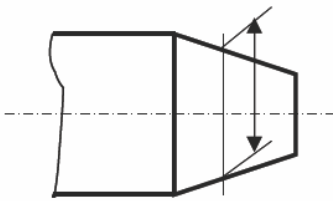
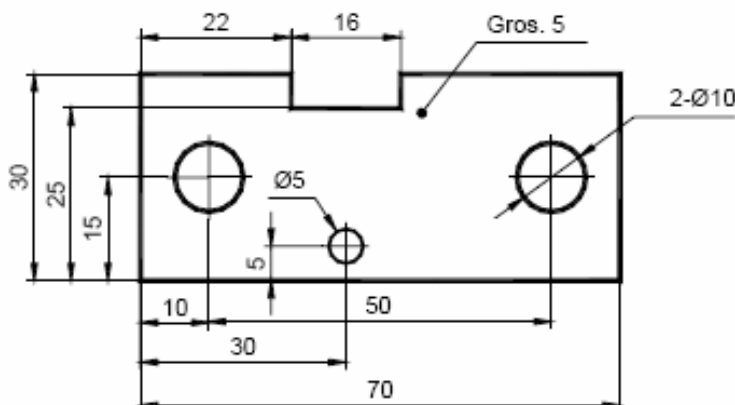

Figura 4.4. Liniile ajutătoare trasate oblic
Figura 4.5. Înscrierea elementelor de cotare pe un desen
b) Liniile ajutătoare – sunt acele linii care indică punctele sau planele între care se prescrie cota, ele servind și la construirea punctelor necesare pentru determinarea formei geometrice a obiectului reprezentat. Ele se trasează cu linie continuă subțire, fie perpendicular pe elementul cotat, fie oblic, dar tot paralele între ele (figura 4.4). Liniile ajutătoare depășesc cu (2...3) mm liniile de cotă. Ca linii ajutătoare pot fi folosite atât liniile de contur, cât și liniile de axă (figura 4.5). De asemenea, liniile ajutătoare se pot trasa și radial, în cazul cotării dimensiunilor unghiulare. Liniile de construcție concurente, precum și linia ajutătoare ce trece prin intersecția lor trebuie prelungite dincolo de punctul lor de intersecție.
Ca regulă generală, liniile ajutătoare și liniile de cotă nu trebuie să se intersecteze între ele sau cu alte linii ale desenului (figura 4.5). Așadar, cotele se dau în ordine crescătoare de la piesă spre exterior, cu o distanță convenabilă între ele (minim 5 mm), astfel încât desenul să poată fi citit ușor. Pe piesele reprezentate în secțiune, cotele referitoare la exteriorul piesei se scot pe o parte a proiecției, iar cele referitoare la interiorul piesei pe cealaltă parte a piesei.
c) Linia de indicație – este acea linie care servește la indicarea, pe desen, a elementului la care se referă o prescripție, o notare convențională sau o cotă, care din lipsă de spațiu nu poate fi înscrisă deasupra liniei de cotă. Ea se trasează cu linie continuă subțire, terminată cu săgeată pe elementul la care se referă (figura 4.5).
d) Cota – reprezintă valoarea numerică a dimensiunii elementului cotat, înscrisă direct pe desen sau printr-un simbol literal, în cazul desenelor care cuprind tabele de dimensiuni. Cota poate fi precedată de simboluri, cuvinte sau prescurtări, necesare pentru precizarea elementului cotat (figura 4.5).